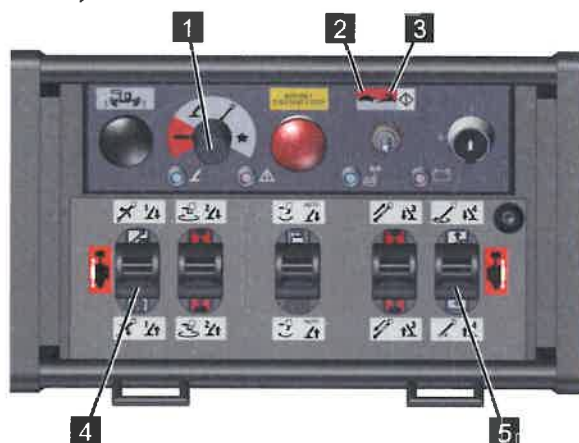

Abb. 91
2. Den Funktionswahlschalter auf *[Kettenfunktion]* (rot) (Abb.91/1) stellen.
3. Mit dem Betriebswahlschalter die Geschwindigkeit, *[Kriechgang]* (Abb.91/2) oder *[Eilgang]* (Abb.91/3) wählen.
4. Mit den Steuerhebeln (Abb.91/4 und 5) die Maschine gemäß nachfolgender Tabelle verfahren.